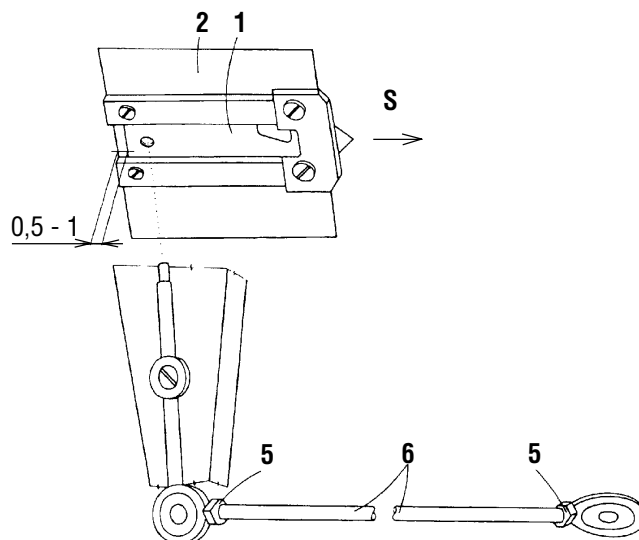

Abb. 24
27. Einstellung der Ausgangslage des beweglichen Schneidmessers (Abb. 24, 25)
32. Demontage und Montage des beweglichen Schneidmessers (Abb. 24)